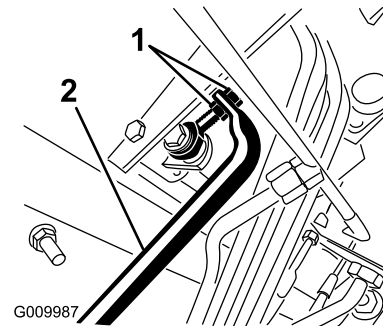

Figura 75
5. Regolate i controdadi dal lato asta della pompa per muovere in avanti il tubo di controllo della pompa ed eliminare lo spostamento in avanti, o per muoverlo indietro ed eliminare lo spostamento indietro (Figura 75).